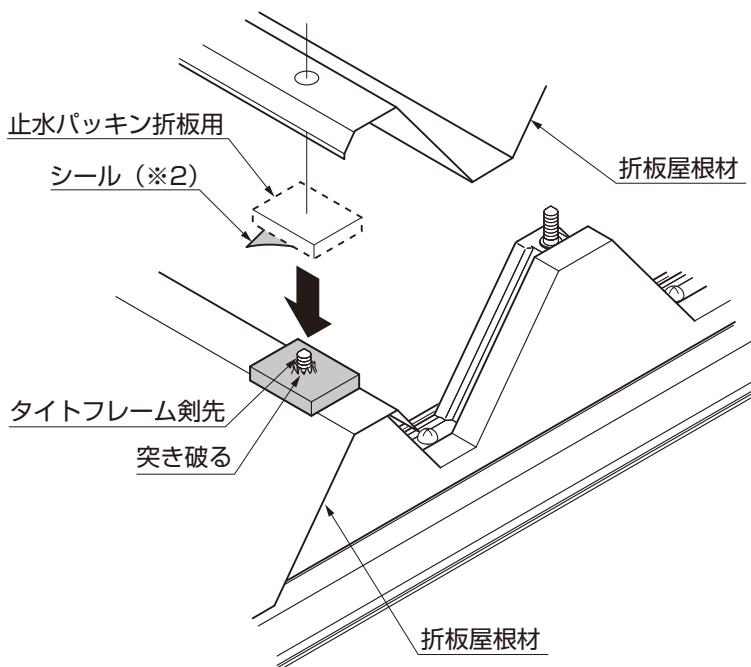

図16-9
- ①止水パッキン折板用の裏板シール(※2)をはがし、正面(シャッター側)の横樋梁用のタイトフレームからでている剣先を突き破って貼付けてください。(図16-7、図16-9参照)
- ④止水パッキン折板用の裏板シール(※2)をはがし、折板屋根材の重ね合わせ部の剣先を突き破って、貼付けてください。その後、2枚目以降の折板屋根材を載せてください。(図16-8、図16-9参照)